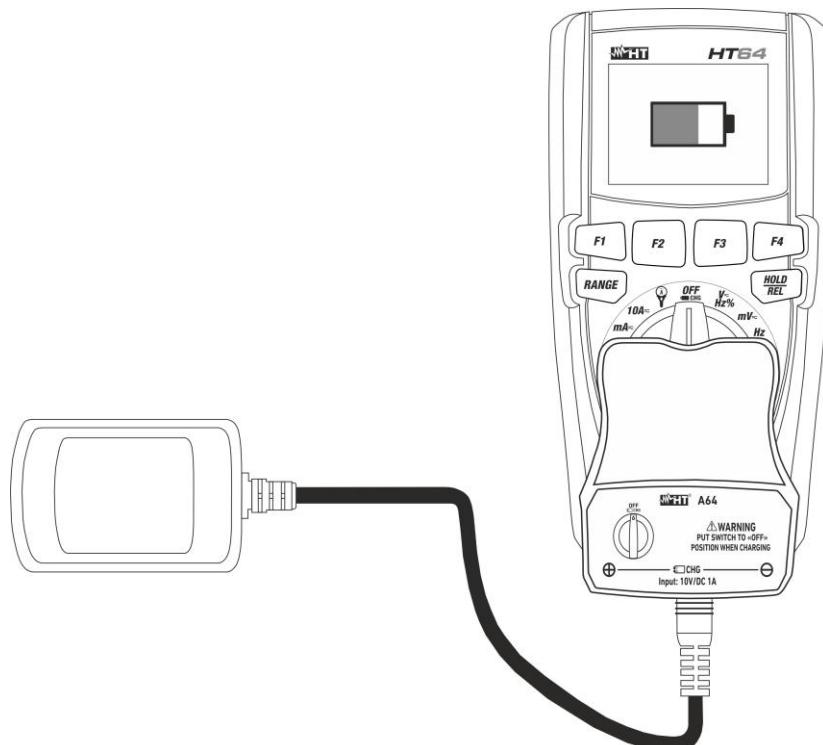

Fig. 33: Ricarica batteria interna
2. Inserire l'adattatore dell'alimentatore carica batteria nello strumento nei quattro terminali di ingresso (vedere Fig. 33)